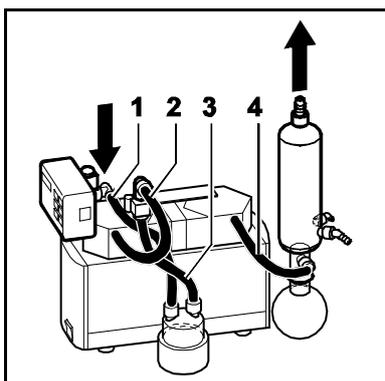

Fig. 17: collegamenti flessibili sistema SC
4	Tubi flessibili (v. fig. 17) <ul style="list-style-type: none"> <li>▪ Agente resistente al fluido utilizzato</li> <li>▪ Diametro interno 10 mm.</li> <li>▪ Lunghezze: (1, 4) ca. 220 mm, (2) ca. 300 mm, (3) ca. 150 mm</li> </ul>
5. Eseguire i collegamenti flessibili del sistema (v. fig. 17).